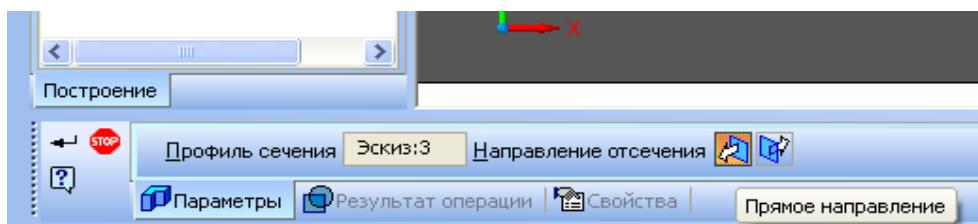

Рис. 27
23. Направление отсечения – «**прямое**» (рис. 27).